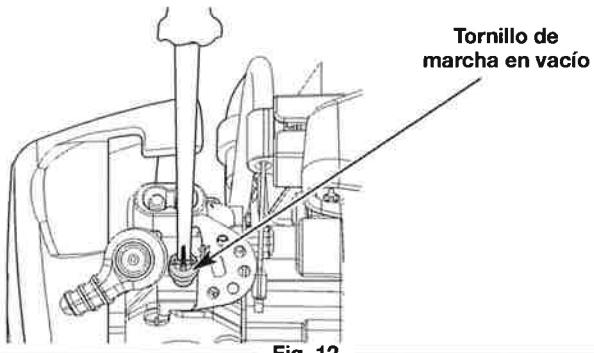

Fig. 12
2. Suelte el gatillo del regulador y deje que el motor funcione en marcha lenta. Si el motor se apaga, use un destornillador pequeño Phillips para girar el tornillo de marcha en vacío en el sentido de las agujas del reloj, dándole 1/8 de vuelta cada vez (según sea necesario), hasta que el motor funcione en marcha en vacío sin inconvenientes (Fig. 12).